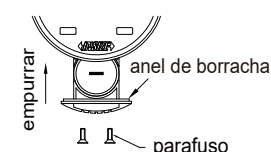

fig.3
- Feche a tampa do compartimento e aperte os parafusos de fixação (fig. 3). Não remova o anel de borracha, pois isso prejudicaria a impermeabilização do produto.
contato com a parede interna primeiro e, em seguida, gire o medidor de furo para a posição vertical lentamente (deixe a bigorna entrar em contato com a parede interna primeiro e, depois, deixe o ponto de contato entrar em contato com a parede interna). Incline o medidor de furo para retirá-lo da peça de trabalho ou do anel de fixação (fig. 3); não pressione o ponto de contato.